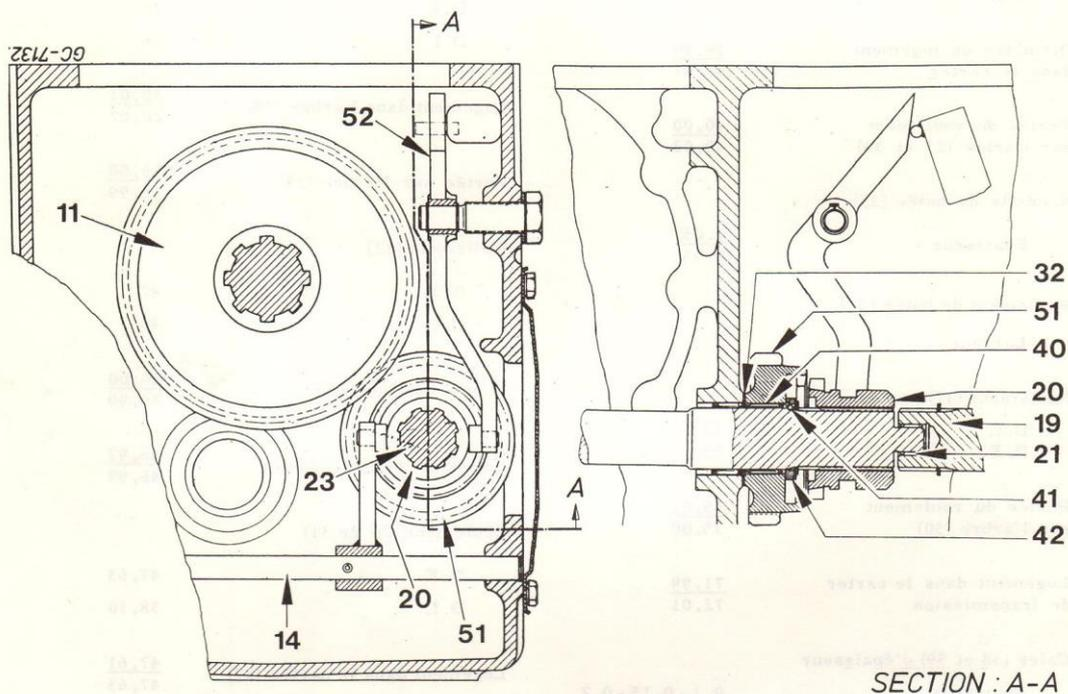

Fig. 173
La transmission à quatre roues motrices et la prise de force proportionnelle sont entraînées par l'arbre secondaire, par l'intermédiaire des pignons (11 et 51, fig. 173) de sorte que la vitesse de rotation de la prise de force est proportionnelle à la vitesse d'avancement du tracteur. La prise de force proportionnelle est utilisée pour entraîner des équipements spéciaux tels que des remorques à pont moteur, etc.
Un dispositif de sécurité est donc prévu pour empêcher l'enclenchement de la prise de force. Il est constitué par un levier (52, fig. 173) dont la branche supérieure est en contact avec la fourchette de sélection de gamme. Lorsque la fourchette se déplace pour engager le pignon de gamme route, elle entraîne la branche supérieure du levier (52) vers l'arrière, ce qui a pour résultat de faire déplacer la branche inférieure vers l'avant, désengageant ainsi les pignons (51 et 11).